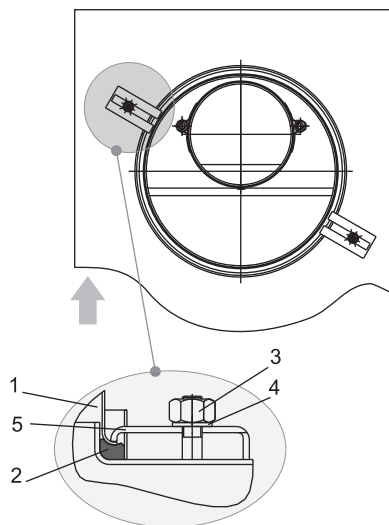

Рис. 4. Схема крепления воздуховода
6.3.8. Установить изделие проушинами (п. 4, рис. 2) на шпильки крепления (п. 6, рис. 2), соединив при этом патрубок дымохода с фиксированным патрубком газохода наружного. Патрубок воздуховода (п. 1, рис. 2) разместить в кольцевом пазе котла на прокладку (базальтовый шнур). **Выставить вертикально изделие и закрепить его гайками (п. 9, рис. 2), обеспечивая при этом плотный и герметичный прижим котла к воздуховоду.** Установить прижимы и закрепить ими воздуховод в пазе котла (рис. 4).